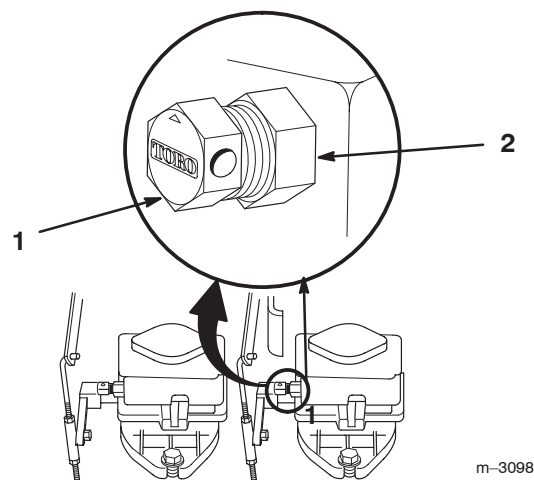

Bild 34
1. Lockern Sie die große Klemmmutter um mehrere Umdrehungen (Bild 34).
2. Schließen Sie das Sicherheitsventil vorsichtig (Bild 34).
3. Öffnen Sie das Sicherheitsventil um eine halbe Umdrehung (Bild 34).
4. Ziehen Sie die Klemmmutter fest, um die Einstellung zu arretieren (Bild 34).